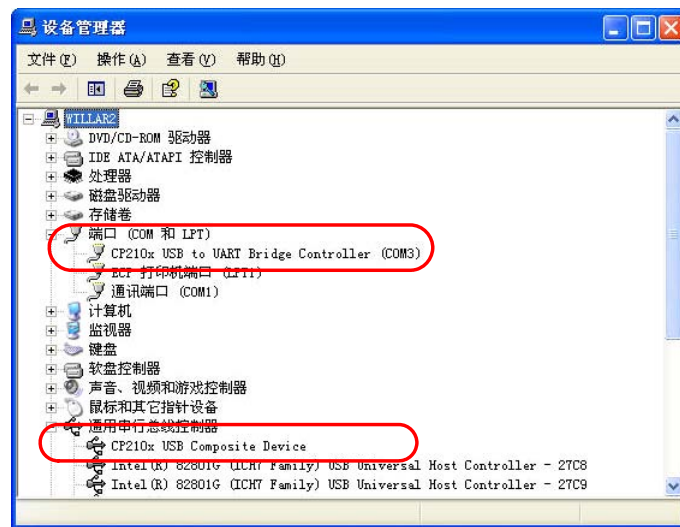

图 3. 2. 7
1. 在图 3. 2. 7 所示的对话框中，在 CP210x USB to UART Bridge Controller (COMx) 的点击鼠标右键，在弹出的右键菜单中点击“属性”。